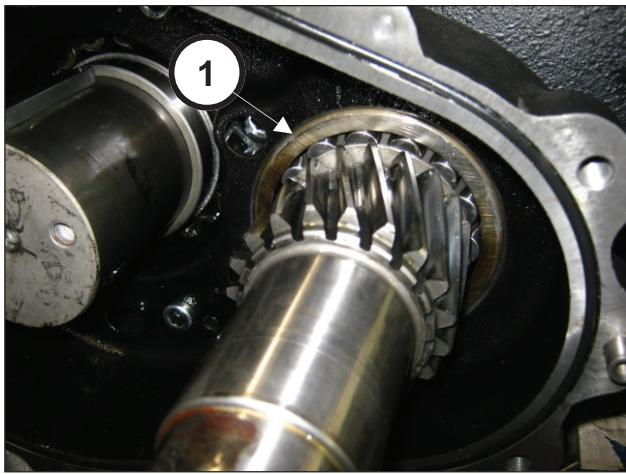

Fig. 65
Posicione o rolamento até o batente (pos. ①, Fig. 65).